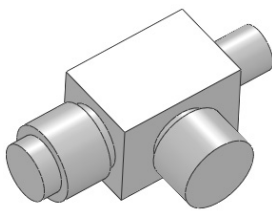

图 7-57 创建球头基体
12) 创建球头基体。单击“特征”控制面板中的（拉伸凸台/基体）按钮，或选择菜单栏中的“插入”→“凸台/基体”→“拉伸”命令，在弹出的“凸台-拉伸”属性管理器中设置拉伸终止条件为“给定深度”，在（深度）文本框中输入“5”，其他选项保持系统默认设置，单击（确定）按钮，生成的球头基体如图 7-57 所示。